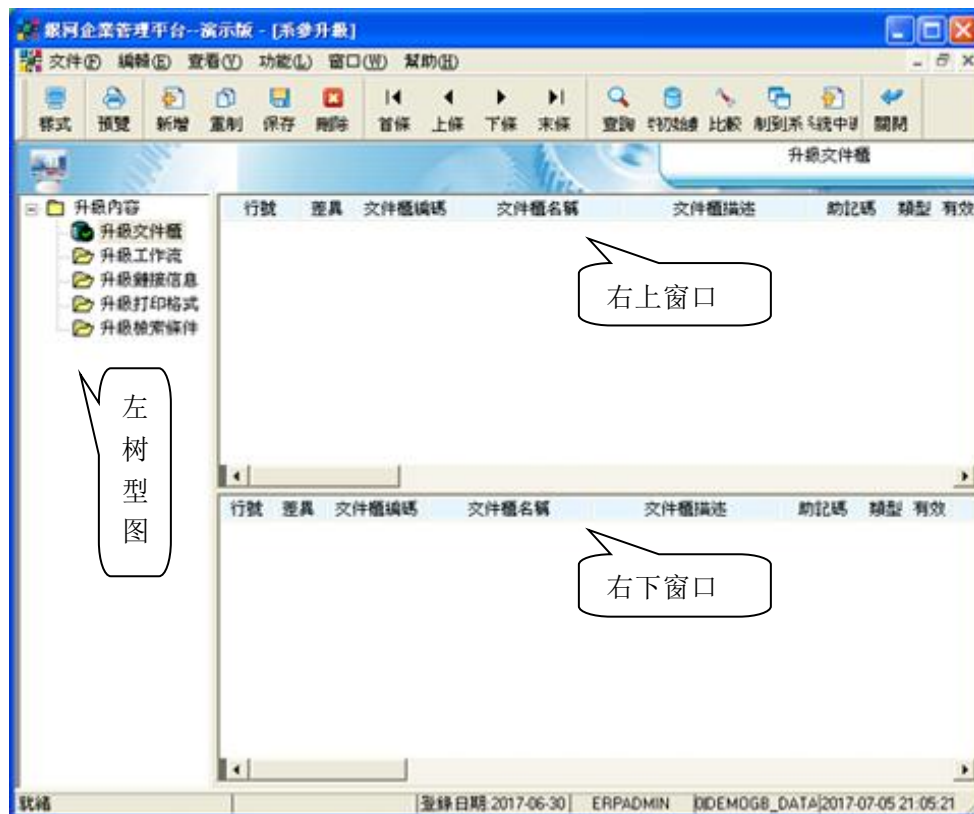
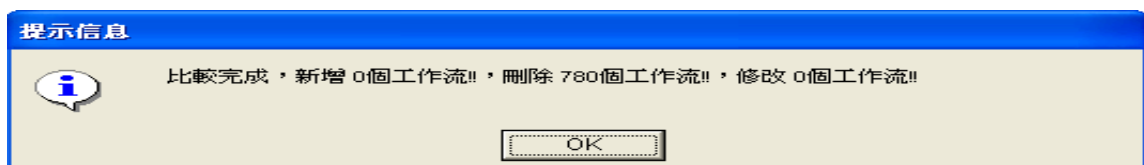

图 17
图 20
登录系统后，在左边的树型图中，找到“系统维护/系统升级”后双击它，进入“系统升级”窗口（见图 17），此文件柜对系统进行升级。因为用户可新增/修改/删除文件柜、 workflow、查询方案、抛转参数、链接信息（指文件柜添加的工具），所以在升级系统时需对文件柜、 workflow、查询方案、抛转参数、链接信息五个部分进行升级，本文档以“升级文件柜”为例讲述操作步骤
步骤一：开启“升级”文件柜后（图 17），在左树型图中选中“升级文件柜”，选中项目的图标也会由“文件夹”变为“文件柜”
- 步骤四：将步骤一、步骤二、步骤三完成后，点击菜单项“功能/比较”、点击图标“”将系统原有文件柜与新版本的文件柜资料进行比较。比较完成后，系统会出现提示信息（见图 20），告知文件柜资料新增、删除、修改了多少个，点击“**OK**”回到图 17 中
当栏位值为“数据窗口控件 1/2/3/4/5”、“数据窗口对象 1/2/3/4/5”、“独立检索条件 1/2/3/4/5”时，按 F8 或图标 “”进入差异窗口（见图 22），在图 22 中显示此文件柜升级前（当前系统中的文件柜）与升级后（新版本的文件柜）的属性，用户可根据实际情况将升级前的属性修改（与升级后的文件柜属性一致），修改完成后，按 F8 或图标 “”回到图 17 中，再对另一记录进行修改
当栏位值不为“数据窗口控件 1/2/3/4/5”、“数据窗口对象 1/2/3/4/5”、“独立检索条件 1/2/3/4/5”时，则需根据“差异列”栏位值在图 17 中将两文件柜的差异寻找出来，并手动修改。